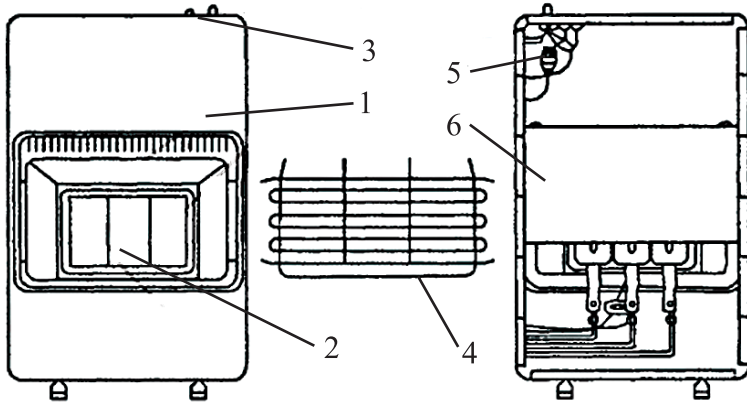

рис. 1
Общий вид газового обогревателя схематично представлен на рис. 1:
6.2.2 Аккуратно не перекручивая, не переламывая, установите газовый шланг прилагаемый в комплекте. Для этого вращательными движениями накрутите один конец шланга на штуцер газового крана **5** (рис.1), другой конец на штуцер прилагаемого в комплекте газового редуктора. Концы шланга закрепите на штуцерах стяжными хомутами.